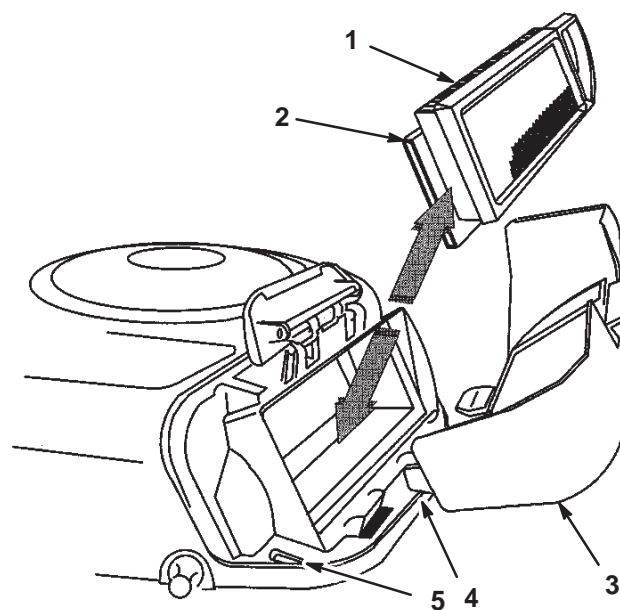

Bild 22
3. Schieben Sie den Papier- und den Schaumeinsatz vorsichtig vom Gebläsegehäuse herunter (Bild 22).
2. Fluchten Sie die Nasen der Luftfilterabdeckung mit den Schlitten im Gebläsegehäuse aus (Bild 22).